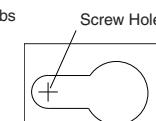

Figure 3
- Placer le boîtier de l'appareil sur la surface de montage et à l'aide d'un crayon tracer l'emplacement des trous de vis sur la partie étroite des encoches en trou de serrure.** Voir la Fig. 3.
6. Position the Fixture Housing (1) against the mounting surface and with a pencil, mark the screw hole locations to be located at the narrow section of the keyholes. See Fig. 3.
6. Coloque la caja de la luminaria contra la superficie de montaje y con un lápiz, marque las localizaciones de los agujeros para los tornillos que serán ubicados en la sección angosta de los "keyholes". Vea Fig. 3.